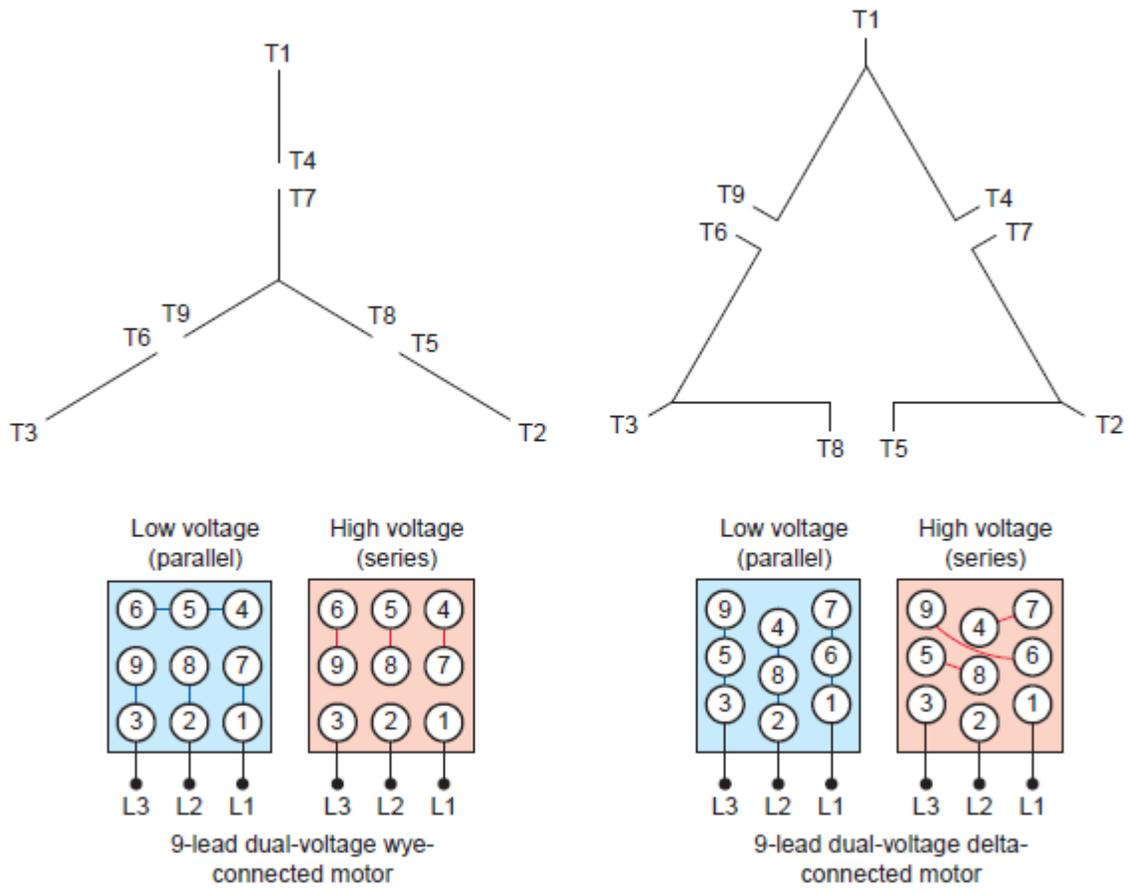

Fig.7. Dual voltage star and delta series and parallel reconnections
Single speed AC induction motor များ၏ connection အစများကို series to parallel or star to delta ပြောင်းလဲဆက်ခြင်းဖြင့် Frequency မပြောင်းလဲသော supply voltage အမျိုးမျိုးဖြင့်လည်နိုင်သည်။ Fig.7 တွင် အစ (၉) စထုတ်ထားသော Voltage နှစ်မျိုးသုံးနိုင်သော star and delta series နှင့် Parallel reconnection circuit များကိုတွေ့နိုင်သည်။ Motor များကို reconnection ပြုလုပ်ရာတွင် speed ပြောင်းခြင်းသည် သံလိုက်ဝန်ရိုး Pole အရေအတွက်ပြောင်းခြင်းဖြစ်ပြီး voltage ပြောင်းလဲသုံးရာတွင် pole အရေအတွက် မပြောင်းစေဘဲ coil ကို series parallel ပြောင်းခြင်းဖြစ်၍ စိတ်ရှုပ်ထွေးရန်မလိုပါ။ motor name plate တွင်ဖော်ပြသည့်အတိုင်းဆက်ရန်သာဖြစ်ပါသည်။ Motor rewinding ကိုလေ့လာပါက winding ၏ direction နှင့် pole ဖြစ်ပေါ်ပုံကိုနားလည်လျှင်ရှင်းလင်းသွားမည်ဖြစ်ပါသည်။